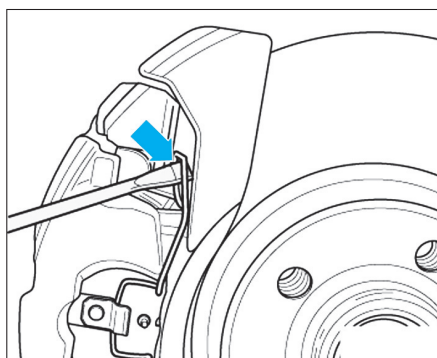

Fig. 10
- A l'aide d'un tournevis, faire levier pour dégager le ressort de maintien des plaquettes de frein hors de l'étrier de frein (flèche) et le retirer (Fig.10).